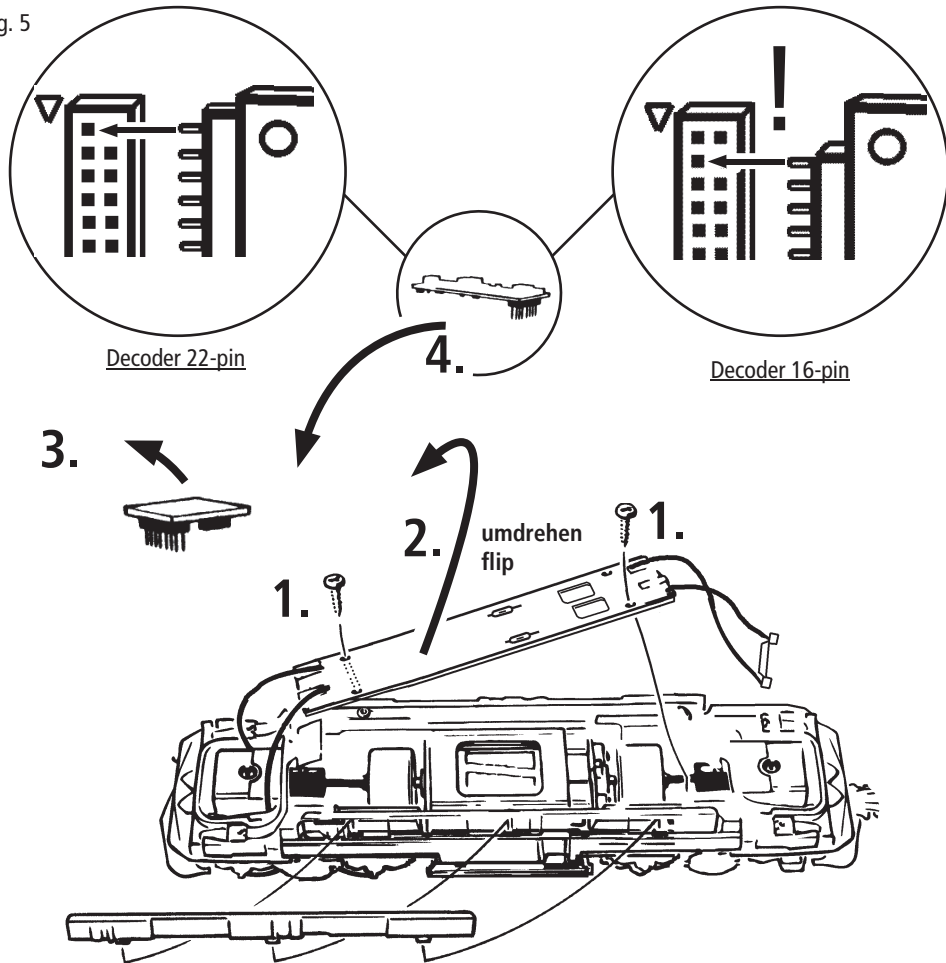
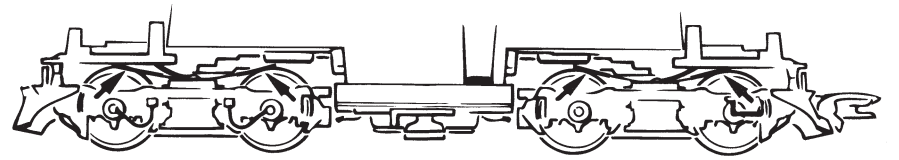
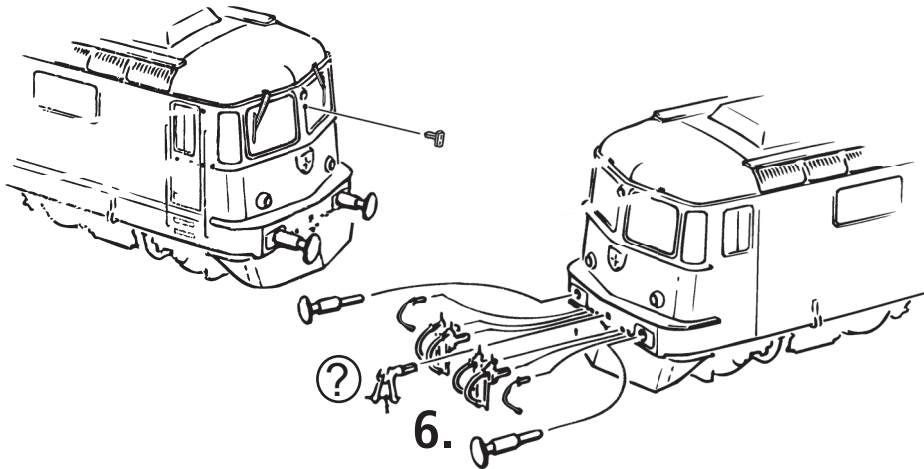

Fig. 6
Fig. 8
Fig. 3
2. Schmierung: Versehen Sie die im Schmierplan in Fig. 6 gekennzeichneten Stellen mit nur **kleinen Öltropfen**. Dazu zuerst das Lokgehäuse abnehmen (Fig. 3). Wir empfehlen den ROCO **Öler Art.-Nr. 10906**. Fürs Schmieren der Getriebeteile (Zahnräder, Schnecke) empfehlen wir das **ROCO-Spezialfett Art.-Nr. 10905**. Im Falle der Schmierung diese Teile **nicht ölen**.
Mehrzugbetrieb: Zuerst Lokgehäuse abnehmen (Fig. 3). Danach den Brückenstecker aus der Schnittstelle entfernen (diesen sorgsam aufbewahren). Danach den Stecker des Steuerbausteins lagerichtig einsetzen (siehe Fig. 5).
4. Kohlebürstenwechsel: Lokgehäuse abnehmen (Fig. 3). Danach wird der Motor ausgebaut und die Kohlebürsten ausgewechselt (Fig. 8).
2. Lubrication: Apply **tiny oil drops** to spots marked in fig. 6. Prior to lubrication dismantle locomotive (fig. 3). We recommend using item no. **10906, Roco oiler**. For lubrication the gearparts (e.g. cogwheels, worm) we should recommend our Roco **special grease** (item no. **10905**).
4. Carbon Brush Changing: First remove loco body (fig. 3), and then the motor (fig. 8).
2. Graissage: N'appliquez **qu'une toute petite goutte** aux endroits indiqués par le plan de graissage (fig. 6) après avoir démonté la caisse de la locomotive (fig. 3). Nous vous recommandons **le graisseur à huile Roco réf. 10906**. Pour graisser les engrenages (roues dentées, vis sans fin) nous vous conseillons la **graisse spéciale Roco réf. 10905** pour engrenages en matières synthétiques. Lorsque vous utilisez cette graisse il faut éviter d'huiler ces composants.
4. Remplacement des balais du moteur: Dé- montez la caisse (voir fig. 3). Démontez ensuite le moteur et échangez le balais (fig. 8).